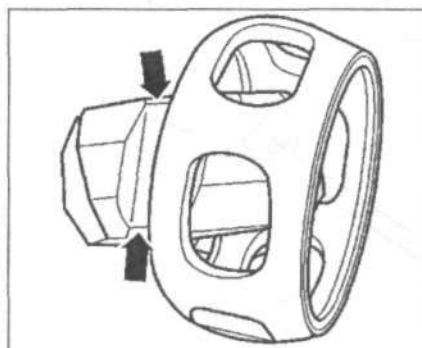

Рис. 9.35. Прокрутите и установите обойму так, чтобы она установилась в пазах ступицы (стрелки).
4. Прокрутите и установите обойму так, чтобы она установилась в пазах ступицы (стрелки) (рис. 9.35).